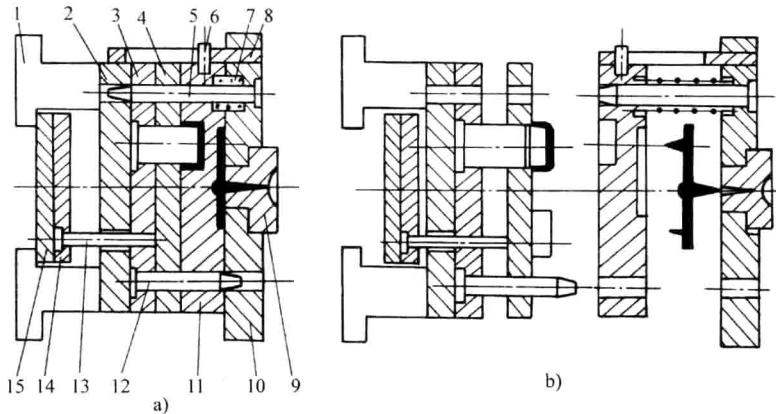

图 1-5 双分型面注塑模
2) 双分型面注塑模。双分型面注塑模特指浇注系统凝料和制件由不同的分型面取出的注塑模，也叫三板式注塑模。与单分型面模具相比，它增加了一个可移动的中间板（又名浇口板）。开模时，中间板与固定模板作定距离分离，以便取出这两块板间的浇注系统凝料，如图 1-5 所示。